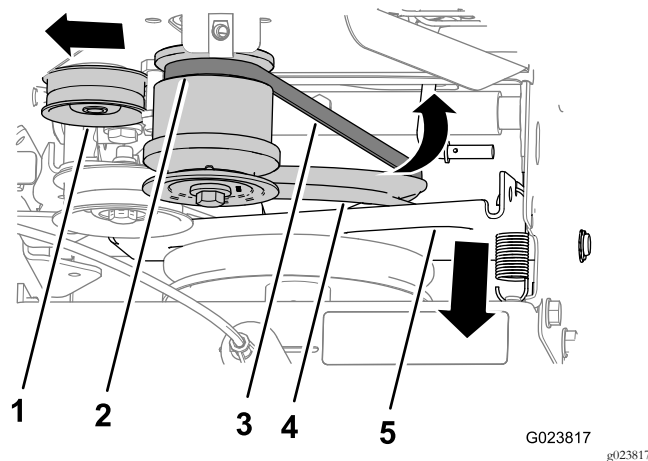

Figura 42
4. Gire el soporte del control de tracción y la polea de tracción hacia adelante (Figura 42).
5. Tire hacia fuera de la polea tensora (Figura 42).
7. Retire la correa de la ranura trasera de la polea del motor y retire la correa de la máquina (Figura 42).
2. Coloque la correa en la ranura de la polea de tracción (Figura 42).
3. Tire hacia fuera de la polea tensora (Figura 42).
4. Coloque la correa en la ranura trasera de la polea del motor (Figura 42).